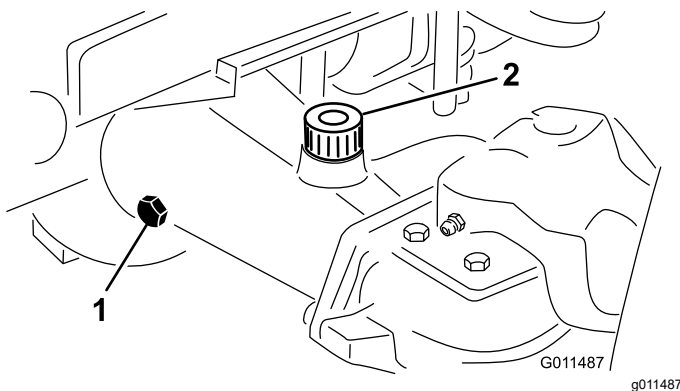

Figure 107
2. Enlevez un bouchon de contrôle à l'extrémité du pont et vérifiez que le lubrifiant atteint la base de l'orifice (Figure 107).